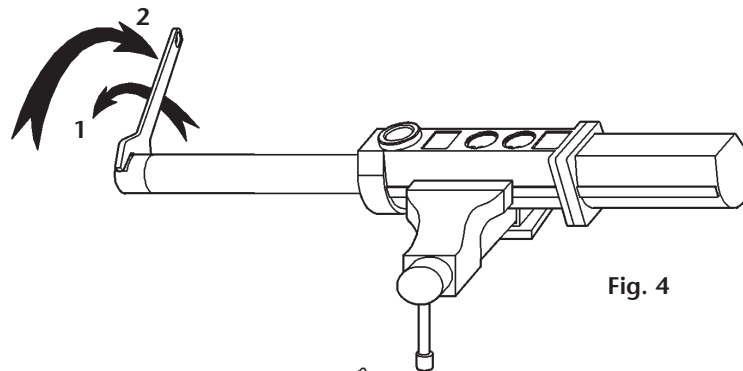

Fig. 4
1. Secure the pump in a vice in the horizontal position, clamping it on the provided pads along the pump body (16).
2. Strike gently a couple of strokes on the body base (29) with a plastic hammer.
3. To unscrew the suction tube (30) from the pump body (16), use a 32 mm wrench in the milling of the foot valve body (35) (fig. 4). Pull clockwise first to break the seal, and then counter clockwise to loosen and remove the tube assembly, including the body base (29).
1. Fijar la bomba en una mordaza agarrando por el cuerpo de la bomba (16) con la bomba en posición horizontal.
2. Pegar unos golpes con un martillo plástico en la base cuerpo motor aire (29).
3. Para desenroscar el tubo de aspiración (30) del cuerpo de la bomba, usar llave fija de 32 mm en el fresado del cuerpo válvula de pie (35) (Fig. 4). Tirar primero contra las agujas del reloj para romper el sellador y luego hacia el otro sentido para desenroscar y quitar el conjunto tubo de aspiración, incluyendo la base (29).
1. Placer la pompe sur un établi et la serrer au niveau du corps de la pompe (16) en maintenant la pompe en position horizontale.
2. Donner de légers coups au niveau de la base du corps du moteur d'air (29) et ce à l'aide d'un marteau en plastique.
3. Desserrer le tube d'aspiration (30) du corps de la pompe à l'aide d'une clé fixe de 32 mm au niveau du fraisage du corps du clapet de pied (35) (voir Fig. 4). Tirer tout d'abord dans le sens contraire des aiguilles d'une montre pour décoller la pâte d'étanchéité et tirer ensuite dans le sens des aiguilles d'une montre pour desserrer et retirer l'ensemble du tube d'aspiration, base comprise (29).
1. Die Pumpe waagrecht auf einer Werkbank in den Schraubstock spannen und am Pumpkörper (16) fixieren.
2. Mit einem Plastikhammer mehrmals leicht auf das Unterteil des Pumpenkörpers (29) schlagen.
3. Zum Abschrauben des Saugrohres (30) vom Pumpenkörper (16) zuerst das Rohr lösen (gegen den Uhrzeigersinn) und danach komplett unter leichtem Drehen (Im Uhrzeigersinn) herausziehen. Dazu mit einem 32-mm Schraubenschlüssel in den Kerben am Fussventil-Körper (35) ansetzen. (Bild 4).